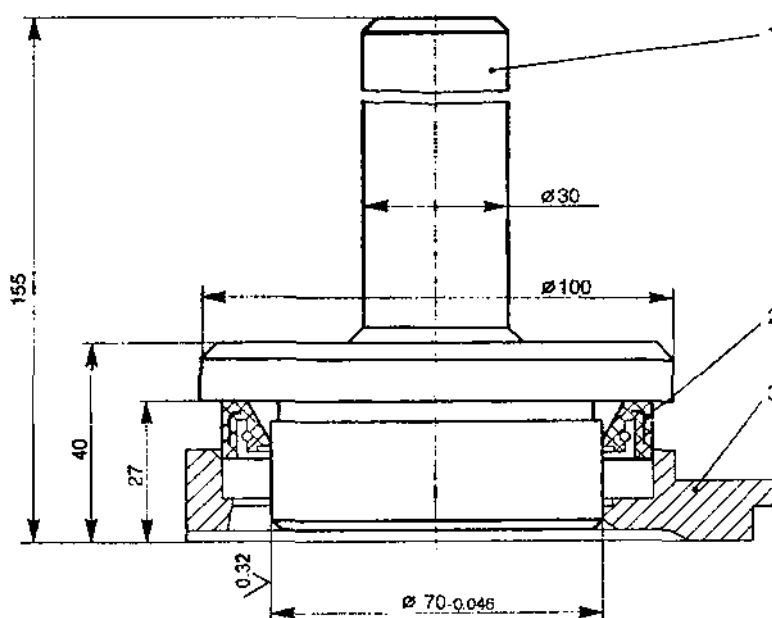

Рис. 2.34.3. Запрессовка манжеты в держатель заднего подшипника коленчатого вала:
3. Не допуская перекоса, запрессовать манжету оправкой М9840-880 в держатель заднего подшипника коленчатого вала. При запрессовке манжеты проследить, чтобы не соскочили пружины (рис. 2.34.3).